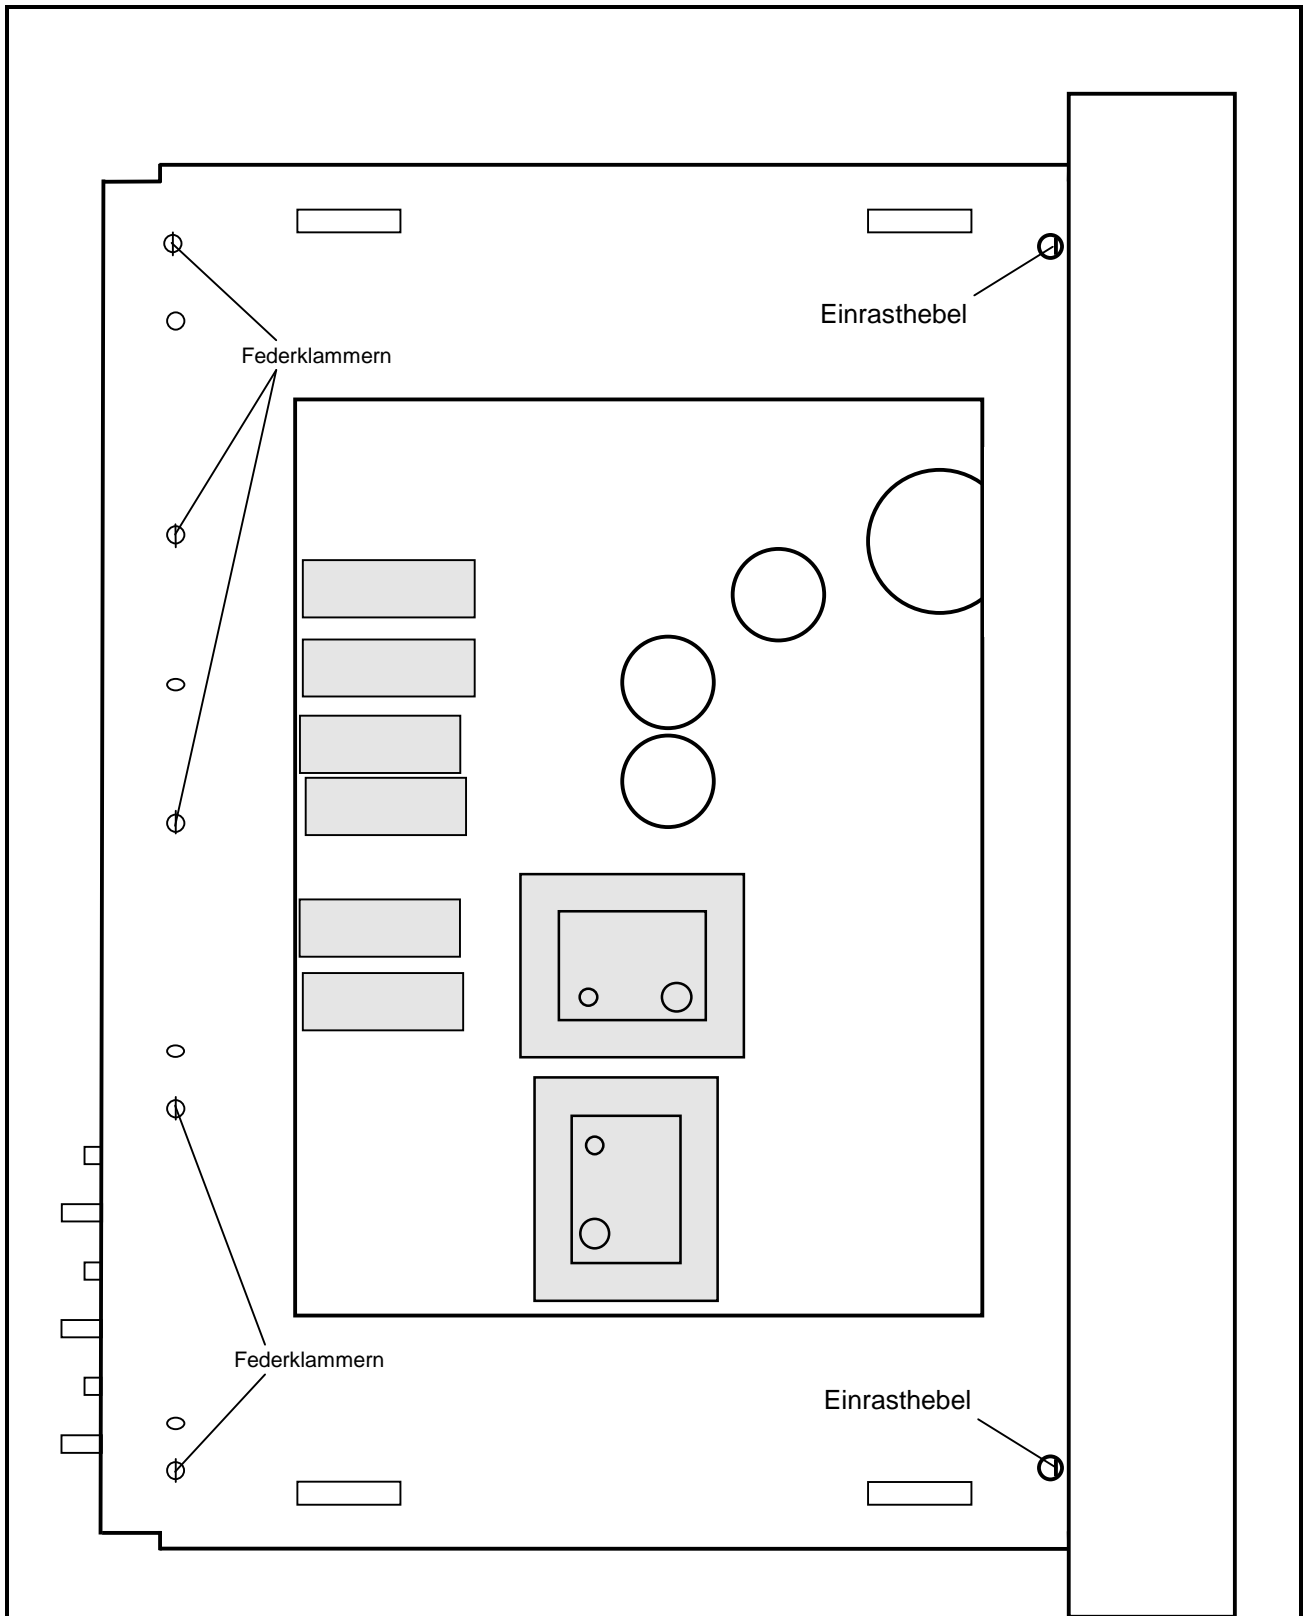

Bild 1: 7SJ600/1, Einschub mit Aluminiumrahmen, Lage der Federklammern und Einrasthebel
7. Den Aluminiumrahmen auf der Seite der Anschlußklemmen durch leichten Zug von den fünf Federklammern lösen (siehe Bild 1, Seite 6).
8. Durch Drücken auf die beiden Einrasthebel (siehe Bild 1, Seite 6) den Aluminiumrahmen von der Frontabdeckung lösen und entfernen.
16. Den Aluminiumrahmen auf der Seite der Anschlußklemmen durch leichtes Drücken wieder mit den fünf Federklammern einrasten lassen (siehe Bild 1, Seite 6).